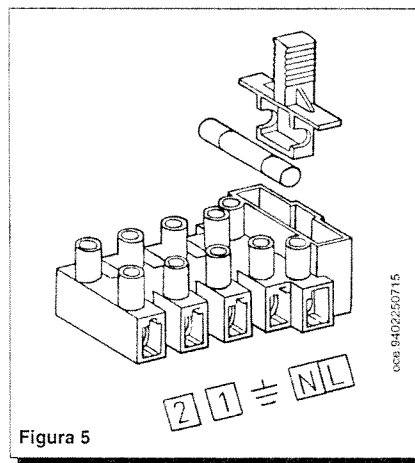

Figura 5
- accedere alla morsettiera di alimentazione (figura 5) come descritto al capitolo precedente;
- togliere il ponticello presente sui morsetti (1) e (2);
- acceder al tablero de bornes de alimentación (figura 5) como descrito en el capítulo precedente;
- remover el puente sobre los bornes (1) y (2);